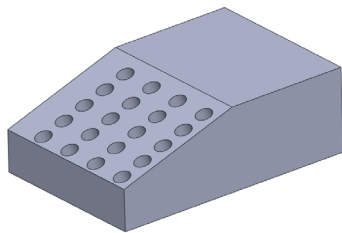

图 6-50 线性阵列实体特征
(6) 单击【确定】按钮，即可线性阵列实体特征，效果如图 6-50 所示。